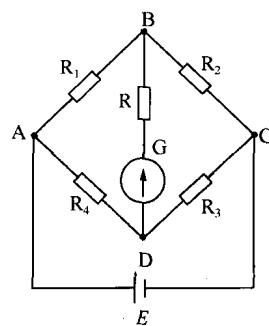

图1-4 结点
(2) 电路中三条或三条以上支路的交汇点叫做结点。如图1-4中的A,B,C,D四个点就是结点。